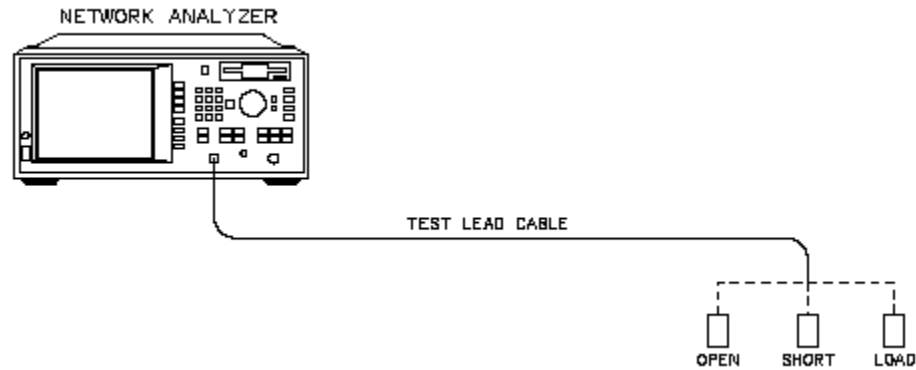

Figura 2-79. Calibración para una medida SRL.
La medida SRL se hace usando un cable de prueba principal. Si este es el caso, el plano de referencia de medida requiere ser colocado como muestra la Figura 2-79.
Si usted está probando los cables pero conectándolos directamente al puerto de salida RF OUT, usted requiere llevar a cabo una calibración del puerto del Analizador de Red como se muestra en la Figura 2-79. En esta práctica calibraremos el instrumento en el plano de referencia del puerto RF OUT ver Figura 2-79.
- b. El Analizador de Red indicara que elemento debe conectar. Utilizando el Kit de calibración, y siguiendo el indicador de la pantalla, conecte, abierto, corto y carga al plano de referencia de medida, y presione **Measure Standar** después de conectar cada elemento (Figura 2-79). La calibración finaliza cuando aparece el mensaje “Calibration Completed”.